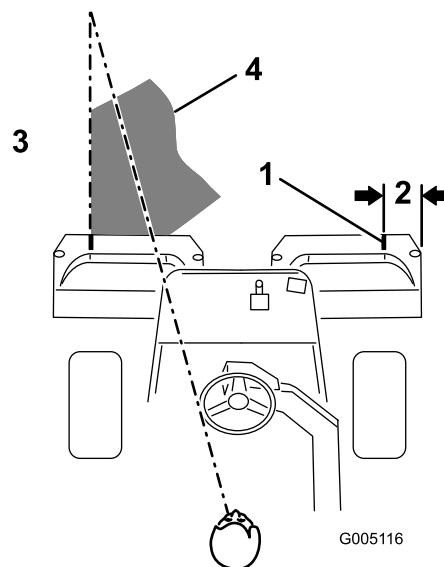

Рисунок 23
**Примечание:** Чтобы машина всегда двигалась по грину строго по прямой с сохранением равных интервалов от края предыдущей скошенной полосы, создайте воображаемый ориентир примерно 1,8–3 м перед машиной на краю несскошенной части грина (Рисунок 23). Используйте как часть ориентира наружный край рулевого колеса, т.е. удерживайте край рулевого колеса совмещенным с точкой, которая всегда находится на одном и том же расстоянии от переднего края машины.